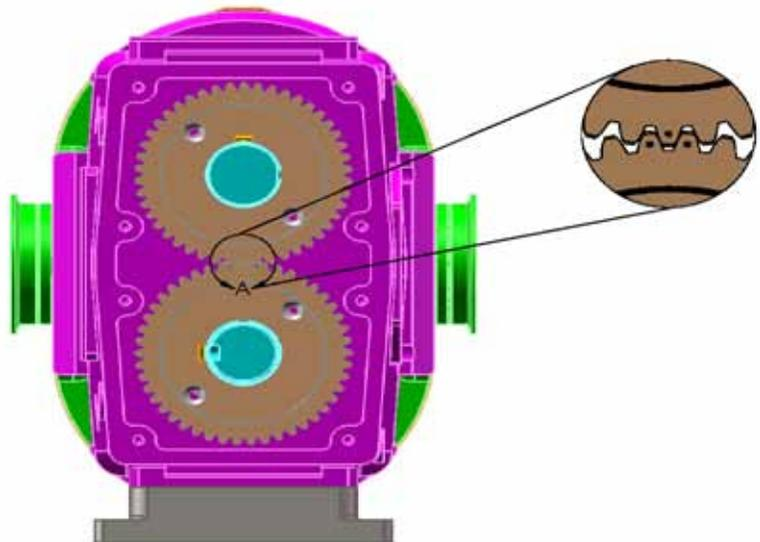

Figura 63 – Gear Timing Marks
3. Ubica el (idle eje) y coloca (idle eje engranaje encima. El idle eje engranaje se puede identificar por dos ponches en el engranaje. Coloca líneas enseguida , mira a la instrucción al lado, Figura 63.